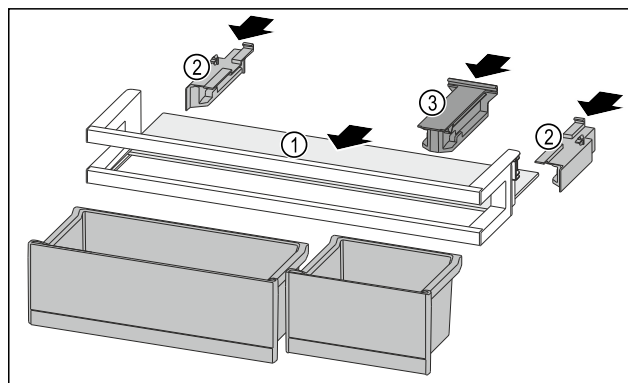

Fig. 119
- Insérer la tablette de rangement Fig. 119 (1) dans les évidements latéraux.
- Installer les parties latérales Fig. 119 (2).
- Installer la pièce de retenue Fig. 119 (3).